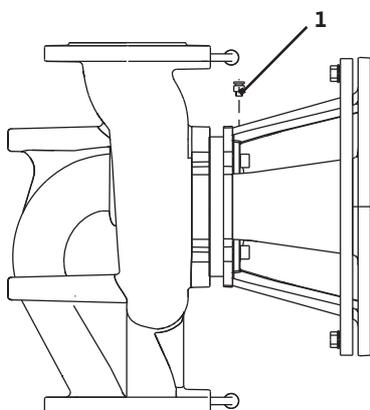

Fig. 35 : Vanne de purge
- Purger la pompe en ouvrant les vannes de purge (fig. 35, pos. 1). La marche à sec détruit la garniture mécanique de la pompe. Le capteur de pression différentielle ne doit pas être purgé (risque de destruction).